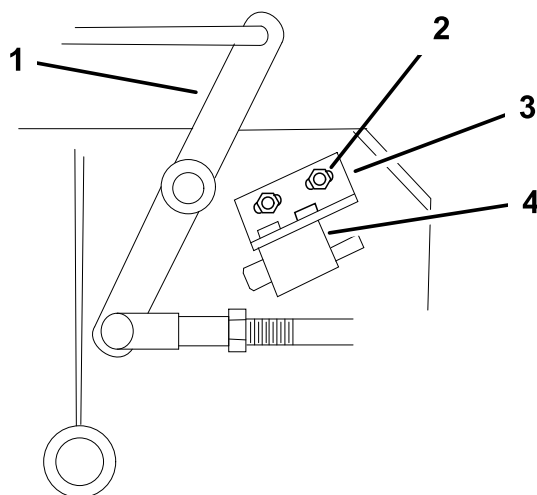

Figure 51
- Le cas échéant, réglez le contacteur de sécurité des lames en desserrant les boulons de fixation du support du contacteur (Figure 51).
Remarque: Le levier coudé **ne doit pas** toucher le corps du contacteur, car celui-ci pourrait être endommagé (Figure 51). Serrez le support de fixation du contacteur.